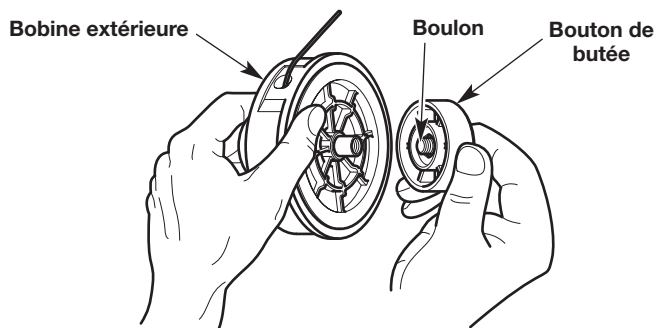

Fig. 16
1. Tenez la bobine extérieure d'une main et dévissez le bouton de butée dans le sens horaire inverse (Fig. 16).